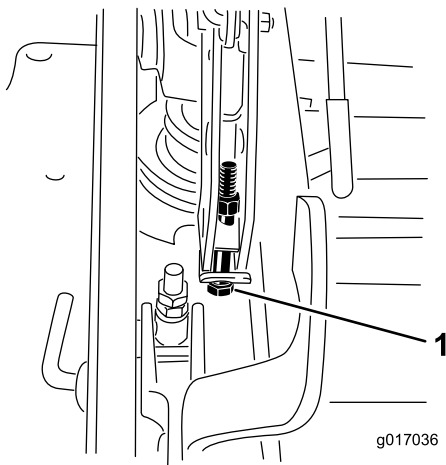

Figura 97
13. Se a plataforma estiver demasiado baixa, aperte o parafuso de ponto único de ajuste rodando-o no sentido dos ponteiros do relógio. Se a plataforma estiver demasiado alta, desaperte o parafuso de ponto único de ajuste rodando-o no sentido contrário ao dos ponteiros do relógio (Figura 97).
14. Aperte os dois parafusos na parte inferior da placa da altura de corte (Figura 97).